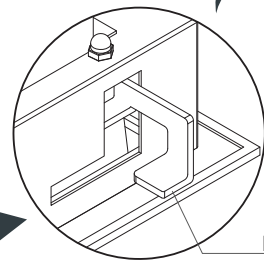

Fig. 03
4. Após encaixado o nicho e com auxílio dos dedos, posicione a trava metálica na posição indicada na Fig. 03, através da parte interna do produto;